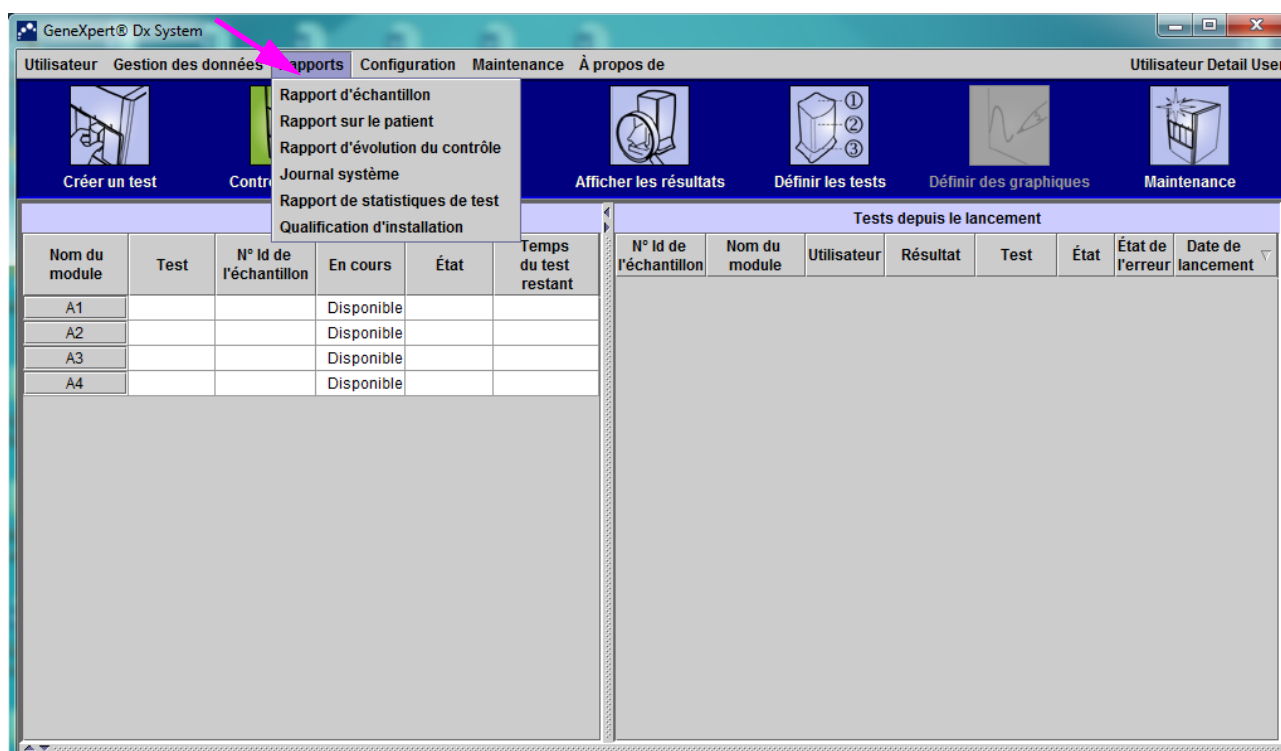
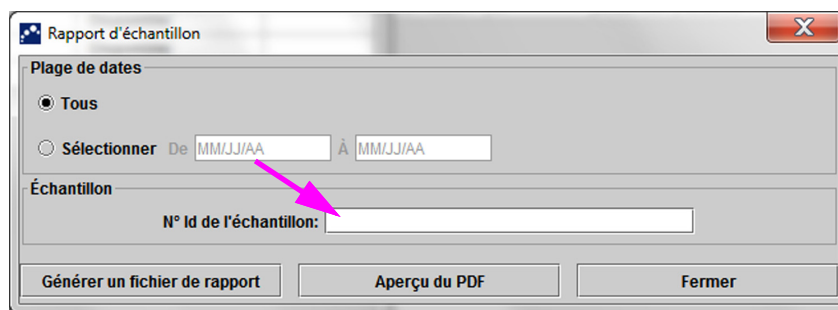
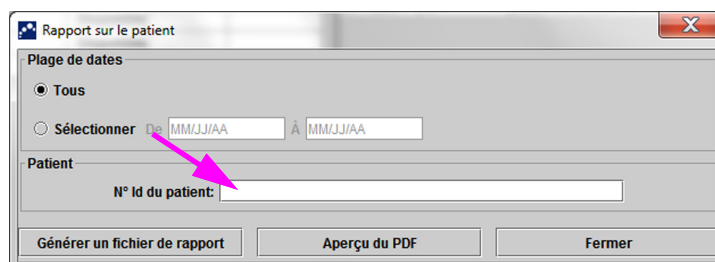

Figure 5-85. Fenêtre GeneXpert Dx System—Menu déroulant Rapports
Figure 5-86. Boîte de dialogue Rapport d'échantillon
Figure 5-88. Boîte de dialogue Rapport sur le patient
Le menu **Rapports** (cf. Figure 5-85) fournit les options de menu suivantes :
1. Dans la fenêtre GeneXpert Dx System, dans le menu **Rapports** (cf. Figure 5-85), cliquez sur **Rapport d'échantillon**. La boîte de dialogue Rapport d'échantillon s'affiche. Voir Figure 5-86.
- 1) Cliquer sur le bouton **Générer un fichier de rapport** dans l'écran Rapport d'échantillon (voir Figure 5-86) pour créer le fichier PDF du rapport de test. La boîte de dialogue Générer un fichier de rapport s'affiche et permet d'enregistrer le fichier à un emplacement précisé. Cliquer sur **Enregistrer** une fois que parvenu à l'emplacement spécifique.
1. Dans la fenêtre GeneXpert Dx System, dans le menu **Rapports** (cf. Figure 5-85), cliquez sur **Rapport sur le patient**. La boîte de dialogue Rapport sur le patient s'affiche. Voir Figure 5-88.
- 1) Cliquez sur le bouton **Générer un fichier de rapport** dans l'écran Rapport sur le patient (cf. Figure 5-88) pour créer le fichier PDF du rapport. La boîte de dialogue Générer un fichier de rapport s'affiche et permet d'enregistrer le fichier à un emplacement précisé. Cliquez sur **Save** (Enregistrer) une fois que parvenu à l'emplacement spécifique.
1. Dans la fenêtre GeneXpert Dx System, dans le menu **Rapports** (cf. Figure 5-85), cliquez sur **Rapport de statistiques de test**. La boîte de dialogue Rapport de statistiques de test s'affiche. Voir Figure 5-90.